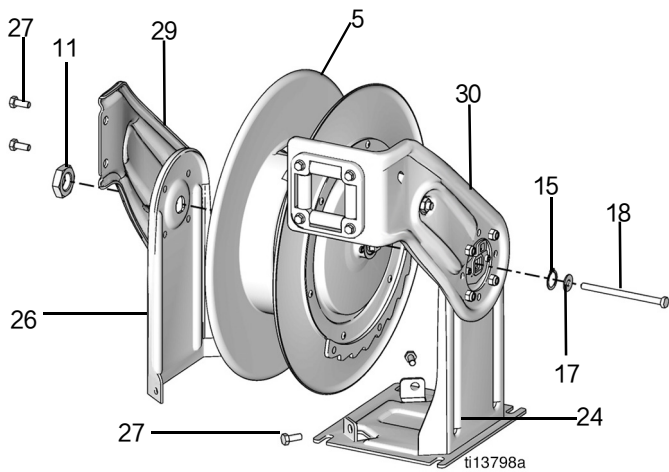

图 21
5. 卸下大号螺母 (11) (图 21)。
6. 卸下将挡板 (26) 固定在底座 (24) 上的两颗螺丝 (27) 和将导向臂 (29) 固定在导向臂 (30) 上的两颗螺丝 (27) (图 21)。
7. 将导向臂 (29) 和挡板组件 (26) 卸下并将其放在一边以备再安装在新转轴上 (图 21)。
8. 将软管卷盘侧放以便能接近导向臂 (30) 和挡板 (24)。
9. 卸下长螺栓 (18) 和垫圈 (15 和 17) (图 21)。